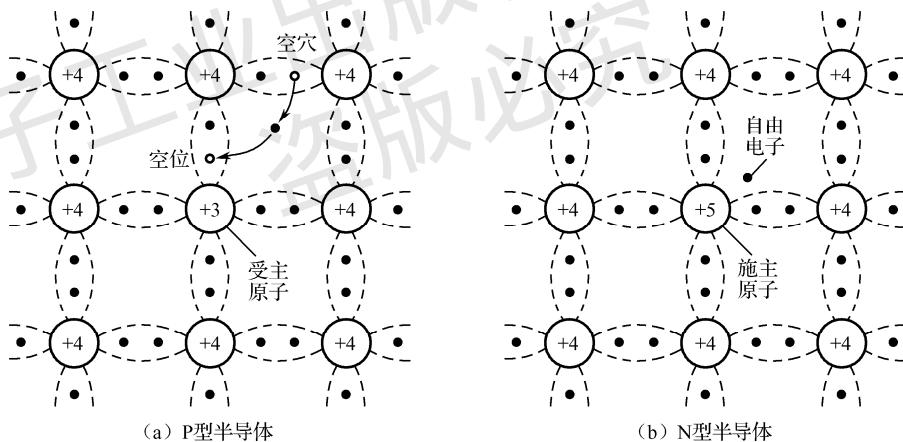

图 1-2 P 型半导体和 N 型半导体示意图
(1) P 型半导体。如果在本征半导体中掺入微量三价元素，如硼 (B)、铟 (In) 等，那么就形成了 P 型半导体。例如，在硅本征半导体中掺入三价元素硼 (B)，由于最外层有三个价电子，所以当它们与周围四个硅原子形成共价键时，就产生一个空位，在室温或其他能量激发下，与硼原子相邻的硅原子共价键上的电子就可能填补这些空位，从而在电子原来的位置上形成带正电的空穴，硼原子本身则因获得电子而被称为受主原子，如图 1-2 (a) 所示。
(2) N 型半导体。如果在本征半导体中掺入微量五价元素，如磷 (P)、砷 (As) 等，那么其中杂质元素的四个价电子与周围的四个半导体原子形成共价键，第五个价电子很容易脱离原子核的束缚成为自由电子，杂质元素因提供一个电子而被称为施主原子，这种半导体叫作 N 型半导体，如图 1-2 (b) 所示。